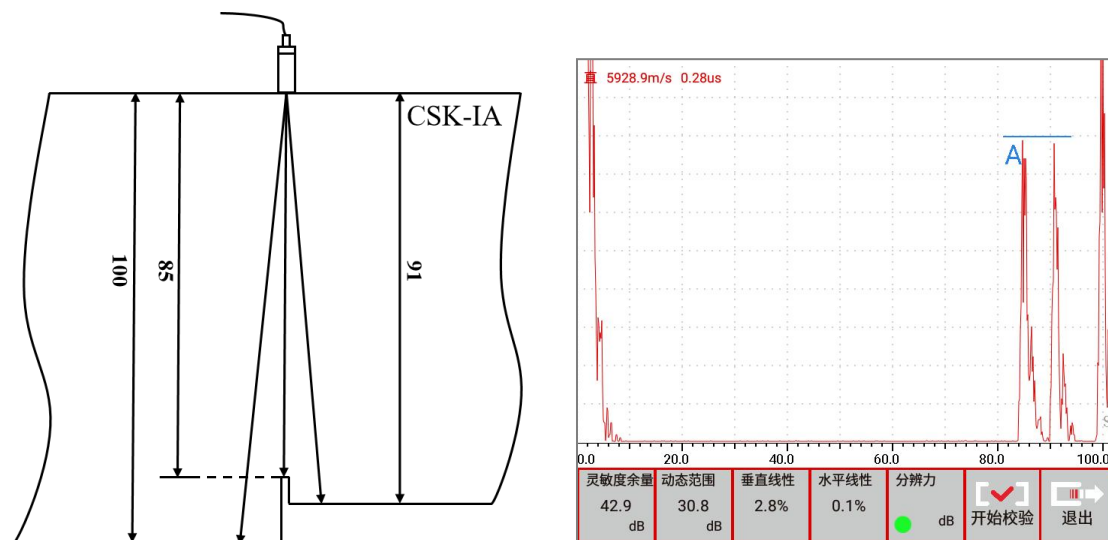

图 4.7 分辨力校验的探测区域和回波调整效果
1) 将直探头移动至 CSK-IA 表面上，微调探头位置，使试块厚度为 85mm 和 91mm 两处回波的最高幅度基本相等，并保持不动直至本项校验完成，如图 4.7 所示；